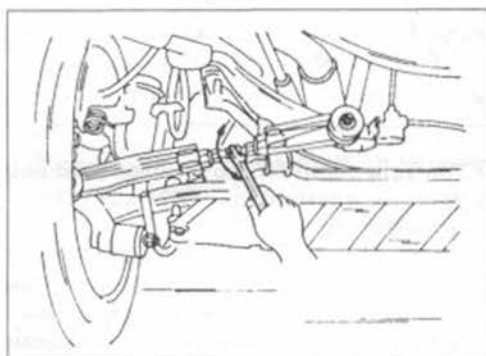

Рис.206.
- Гаечный ключ установить посередине и повернуть правую растяжку влево, а левую — вправо, чтобы увеличить схождение, или наоборот, чтобы уменьшить схождение (см. рис.206). Как левый, так и правый поперечный рычаг подвески должны быть всегда переставлены на одинаковую величину. Один поворот промежуточного элемента (с обеих сторон) изменяет схождение на ок. 11,6 мм.